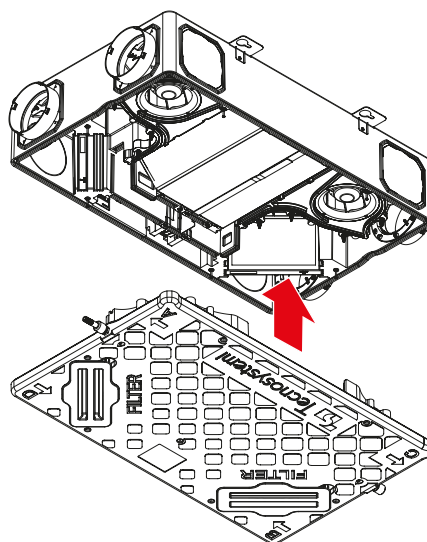

Fig. 5
8. Fissare il guscio sull'unità e serrare le viti di fissaggio (fig. 5).
7. Posizionare i pulsanti sul dispositivo (fig. 5).